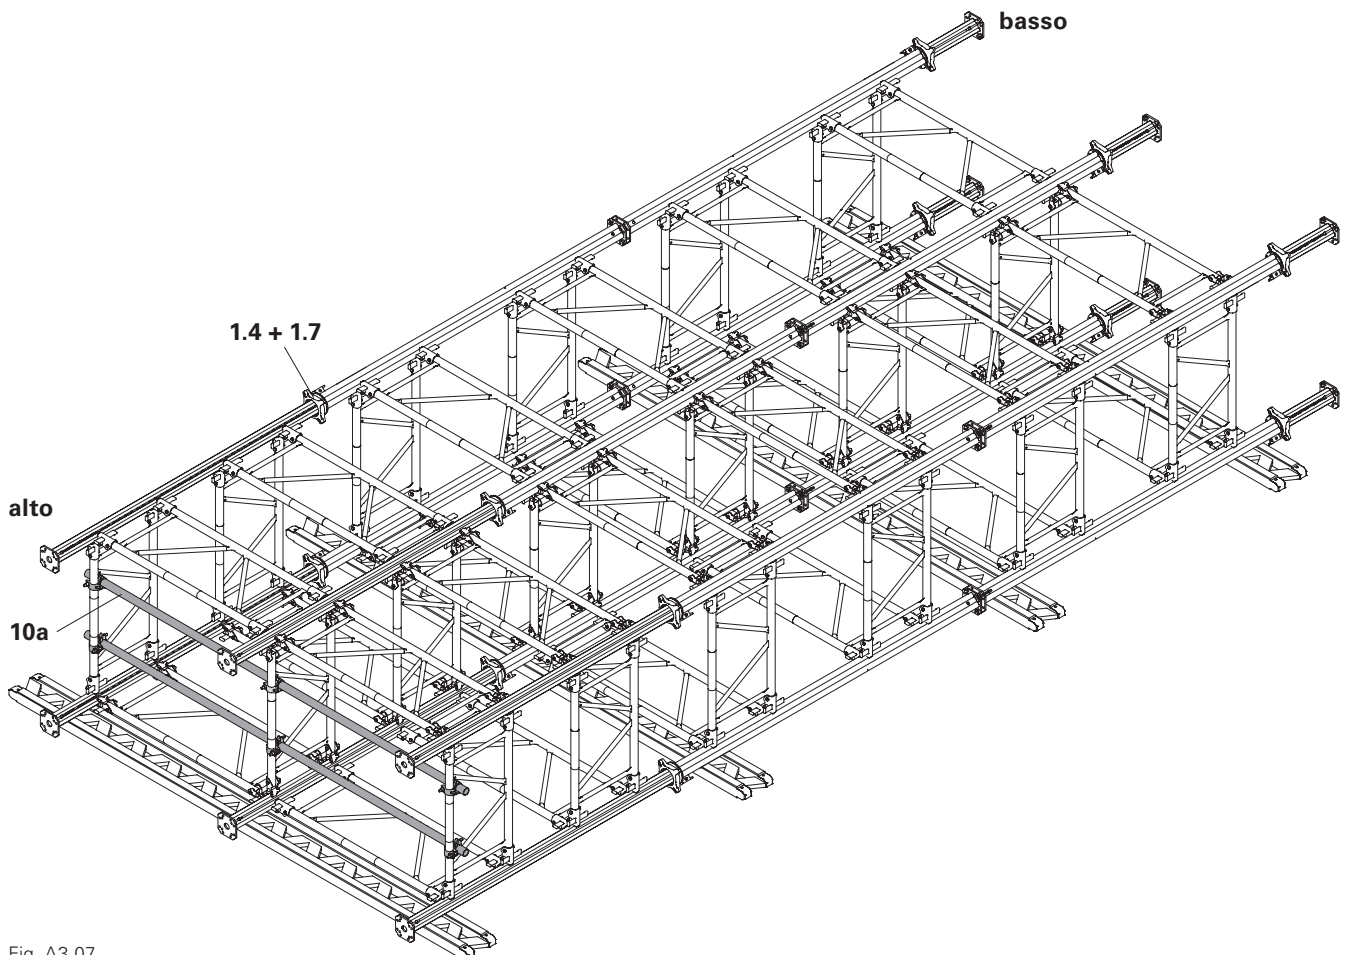

Fig. A3.07
- Per l’aggancio alla gru, montare tubi di impalcatura 48,3x3,2 mm (**10a**) sotto i tubi del telaio più alto. (Fig. A3.07)